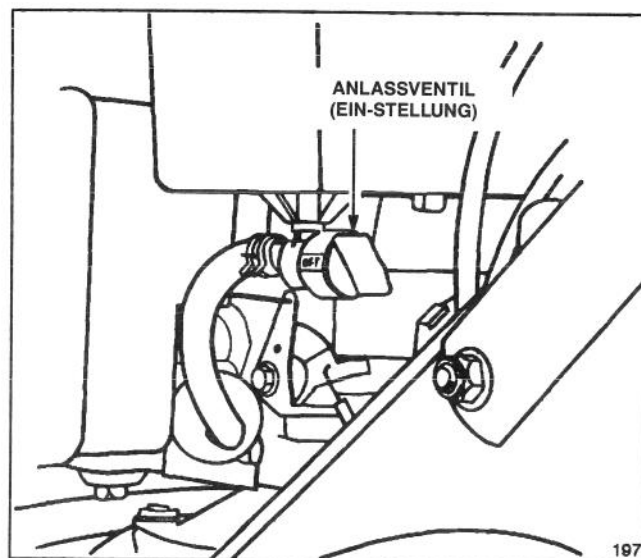

Abbildung 10
3. Anlaßventil auf EIN stellen (Abb. 10).